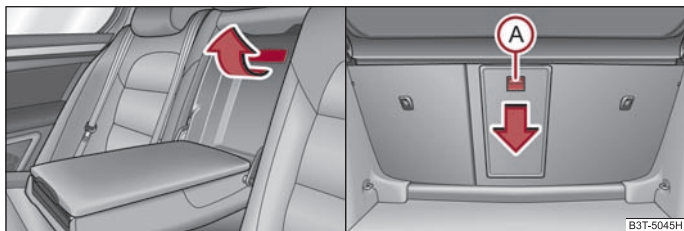

Abb. 114 Rücksitze: Griff des Deckels / Gepäckraum: Entriegelungstaste
- Ziehen Sie den Griff bis zum Anschlag nach oben und klappen den Deckel nach unten auf ⇒ Abb. 114 - links.
- Schieben Sie die Entriegelungstaste (A) ⇒ Abb. 114 nach unten und klappen den Deckel (mit Armlehne) nach vorn.